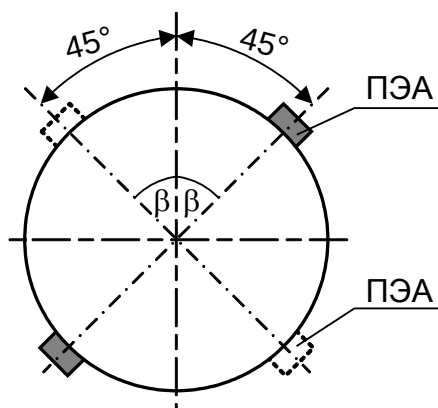

Рис. 12. Рекомендуемые положения ПЭА при установке расходомера.
- 3.2.3. При установке ПП на трубопровод, рекомендуется располагать его таким образом, чтобы продольная плоскость ПЭА (плоскость, проходящая через оба ПЭА вдоль оси трубопровода) составляла с вертикалью угол $\beta = 35^\circ\text{-}90^\circ$ (рис.12).